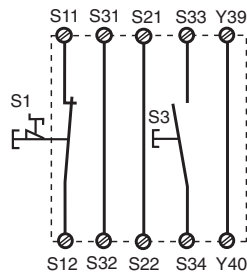

Fig. 3: Eingangskreis einkanalig, überwachter Start/Single-channel input circuit, monitored reset/Commande par 1 canal, surveillance du poussoir de validation
- Fig. 3, 4 und 5, 6: **keine** Verbindung S13-S14
- Fig 3, 4 and 5, 6: S13-S14 **not** connected
- Fig. 3, 4 et 5, 6: **pas** de câblage sur S13-S14